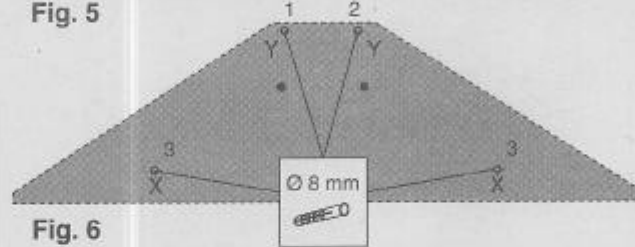

Fig. 6
- f) Vérifiez si la hotte est parfaitement à l'horizontal et ensuite, de l'intérieur de la hotte à l'aide d'un stylofeutre ou autre, marquez les points X et, de l'extérieur, les points Y (Fig.6).
Faites les 4 trous (2 en haut et 2 en bas) que vous venez de marquer (Fig.6).
- h) Insérez dans les chevilles diam. 8mm. (Fig.6).